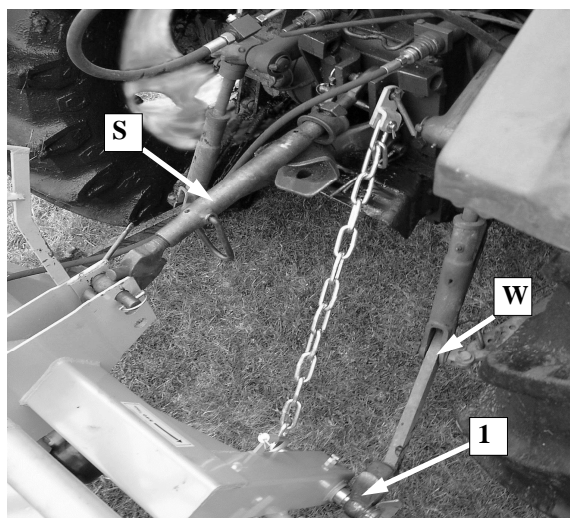

Рис. 10. Косилка крепится к трактору **S** – центральный линкер, **W** – Рычаги нижних тяг трактора
После навешивания косилки, следует опустить машину на ровную поверхность и отрегулировать установку при помощи регулировочного винта линкера **S**, а так же рычагов нижних тяг трактора **W** (Рис. 10). Скользящие и режущие тарелки должны быть параллельны поверхности почвы (наклейка **N-13**); это одно из условий, при котором можно получить равномерный срез.
- при помощи регулировочного винта линкера **S** (Рис. 10) отрегулировать установку косилки,